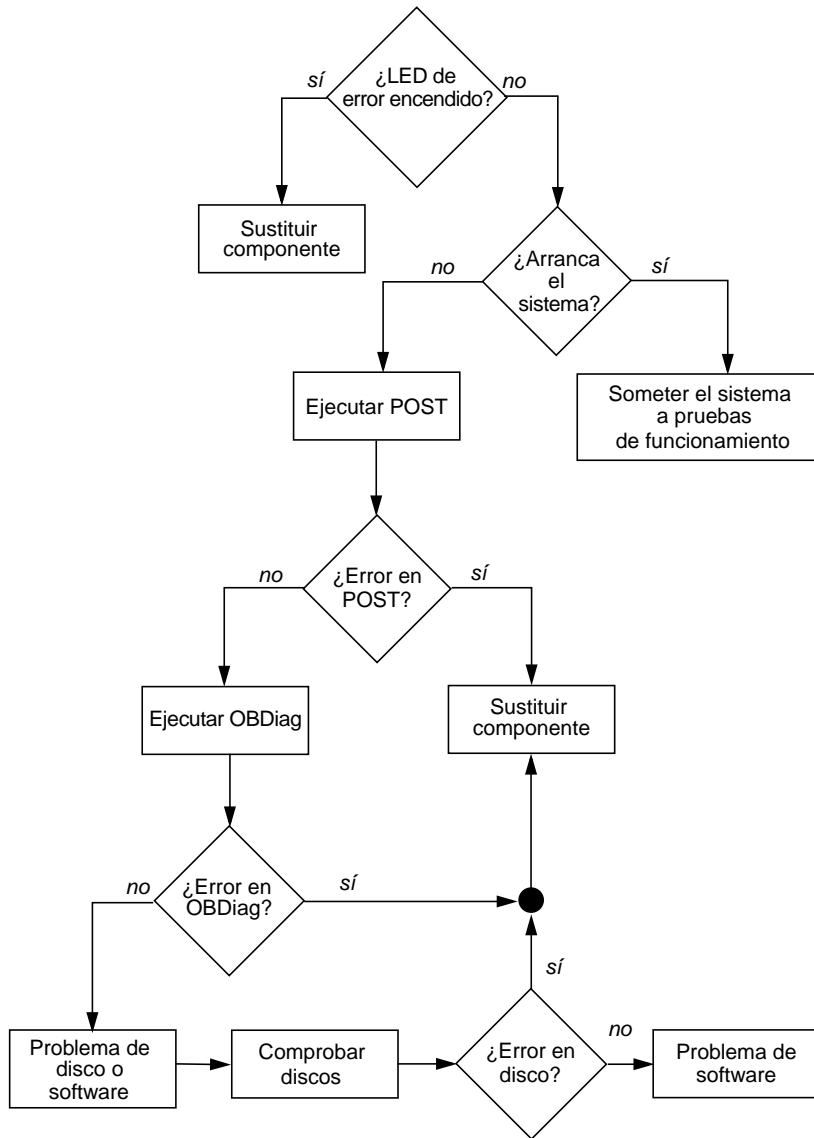

FIGURA 10-1 Elección de una herramienta para aislar errores de hardware
- Si el sistema *puede* arrancar, debe utilizar una herramienta más exhaustiva. El proceso típico para aislar errores se ilustra en la FIGURA 10-1.